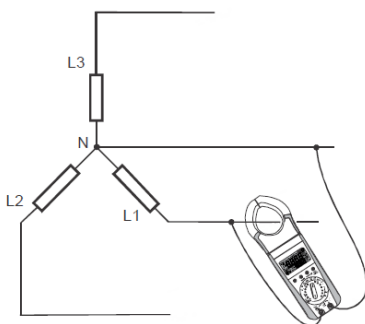

Fig 11.2.1 Schema di collegamento per carico bilanciato 3ph4w
- 2) Lo strumento mostrerà L1-n e I -1 sul display. Collegare lo strumento alla fase 1 come mostrato in fig 11.2.1.